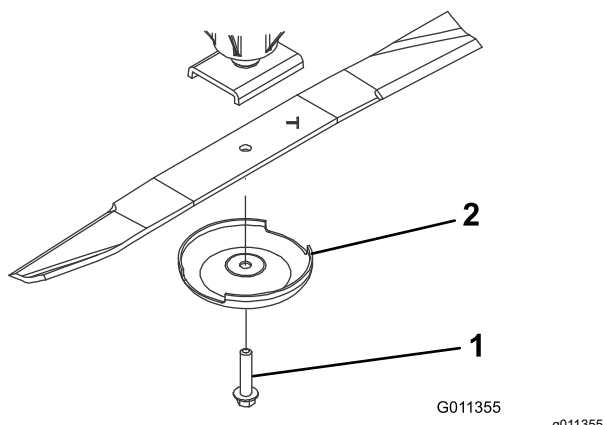

Figura 123
3. Togliete il bullone, la coppa antistrappo e la lama dall'asse del perno (Figura 123).